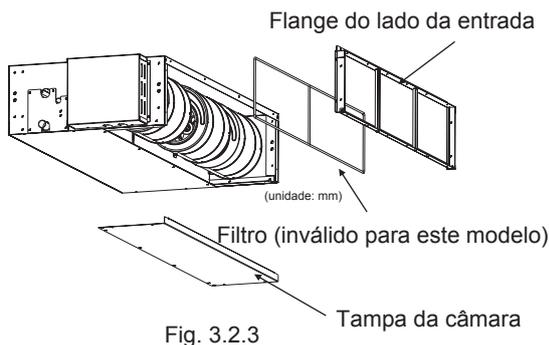
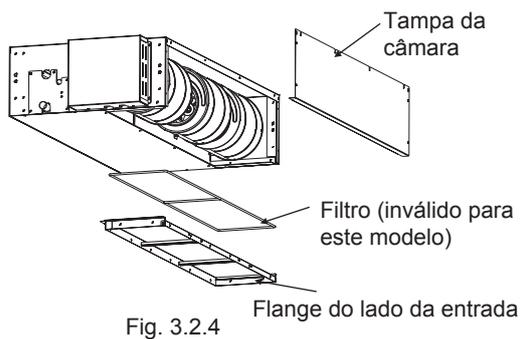

Fig. 3.2.3
Fig. 3.2.4
- (1) Remova o flange do lado da entrada. Remova a tampa da câmara.
- (2) Volte a colocar a tampa da câmara retirada na orientação mostrada na Figura, volte a colocar o flange do lado da entrada na orientação mostrada na Fig. 3.2.3, consulte a Fig. 3.2.4 para a direção do flange do lado da entrada.